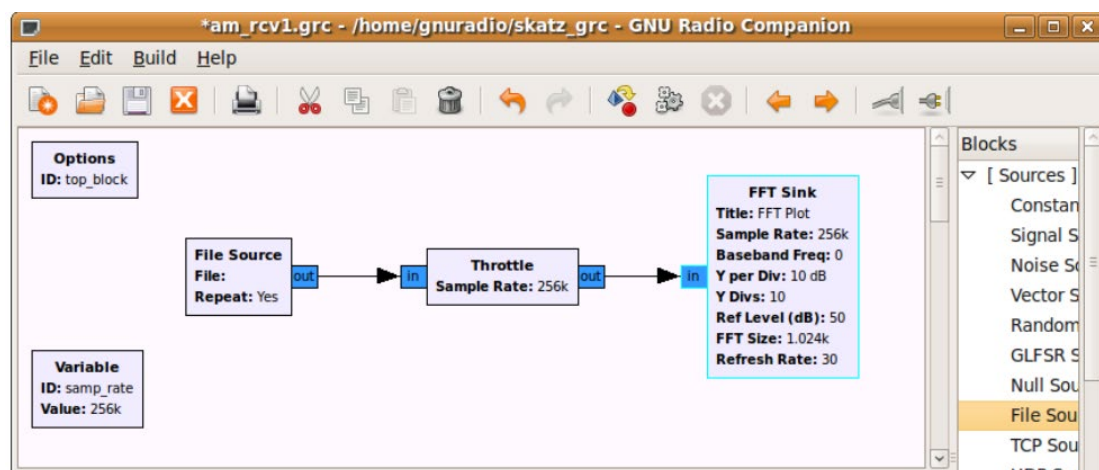

图 1
1. 打开 GRC，并连接如图 1 所示。数据速率（sample rate）设置为 256K，这是因为保存的文件数据也是 256K。File source 模块中选择已经下载好的文件。选择模块端口输出类型为 complex，为什么在软件无线电中选择复数数据类型？